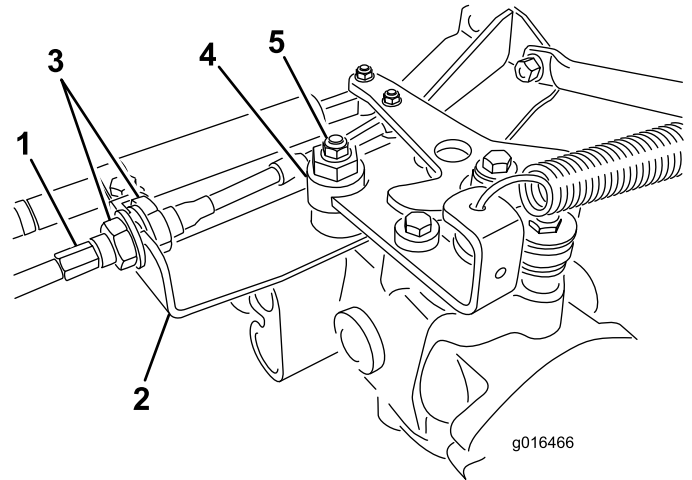

Bild 39
- A. Lösen Sie beide Klemmmuttern, mit denen der Fahrtriebs-Bowdenzug am Schott am Hydrostat befestigt ist (Bild 39). Achten Sie darauf, dass die Klemmmuttern gleichmäßig gelockert sind und eine ausreichende Einstellung ermöglichen.
Hinweis: Lösen Sie die Mutter, mit der der Exzenter oben am Hydrostat befestigt ist (Bild 39).
- E. Ziehen Sie die Mutter fest, wenn sich das Rad nicht mehr dreht, um den Exzenter und die Einstellung zu arretieren (Bild 39).
- G. Ziehen Sie die Sicherungsmuttern, mit denen der Bowdenzug am Schott befestigt ist, gleichmäßig von der Innenseite des Schotts fest (Bild 39). Verdrehen Sie nicht den Bowdenzug.